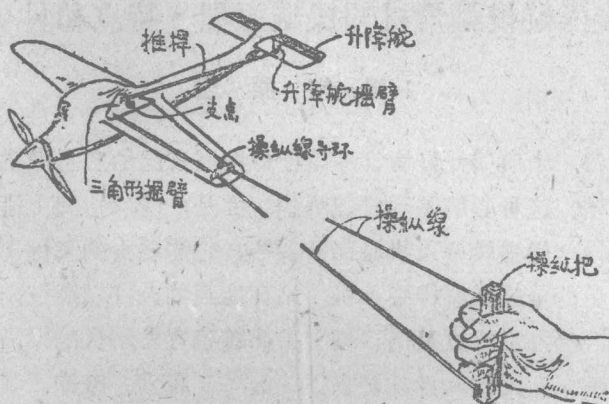
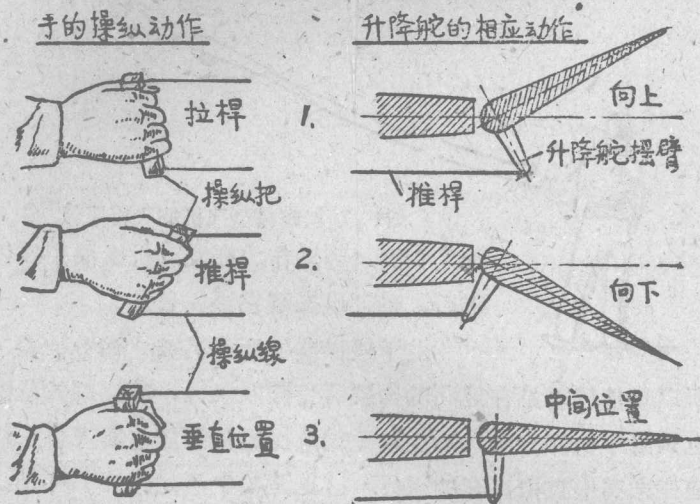

图2 线操纵模型飞机的操纵原理
图3 升降舵的动作
綫操縱模型飞机的操縱原理見图 2。在模型机身內，安装有一个能以固定在机身上的螺絲釘为支点而搖动的三角形搖臂。搖臂上接有两根长长的操縱綫連到操縱把的两头，搖臂上还接有連到升降舵搖臂的推杆。如果将操縱把向后拉（俗称拉杆），靠上面的一根操縱綫就轉动三角形搖臂并使推杆向后移动，这动作又經過升降舵搖臂而使升降舵向上偏，这时模型就要抬头上升（見图 3 中①）。反之，推操縱把向前（見图 3 中②），則升降舵向下移动，模型就低头俯冲。如果操縱把維持垂直位置（見图 3 中③），升降舵也在中間位置，模型就不改变原来飞行状态。正是这样，通过操縱者在地面“拉杆”或“推杆”就能操縱模型完成各种动作。